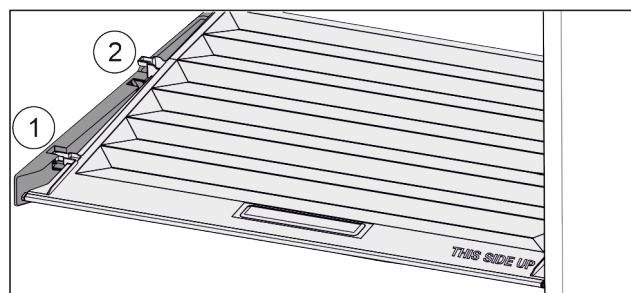

Fig. 109
- ▶ Veko potiahnite dopredu až k otvoru v prídržných dieloch Fig. 109 (1).
- ▶ Vzadu ho nadvihnite zospodu a zložte smerom nahor Fig. 109 (2).